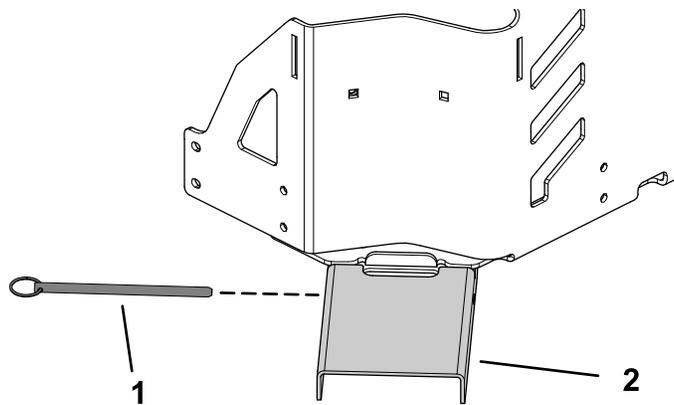

Figura 2
2. Sujete la placa al soporte usando el pasador de bloqueo (Figura 2).